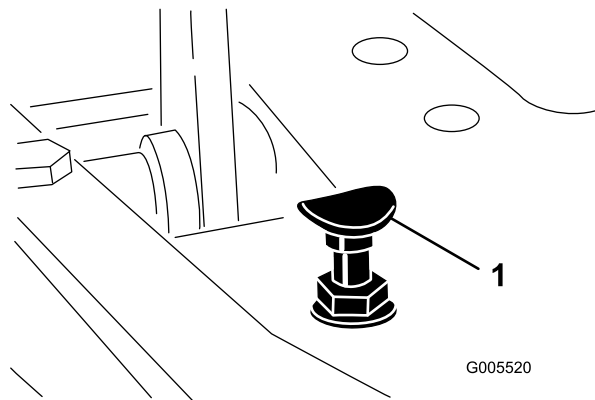

Bild 44
Stellen Sie den Funktionsschalthebel in die TRANSPORT-Stellung und treten Sie auf das Fahrpedal, um die maximale Transportgeschwindigkeit zu erreichen. Wenn das Pedal den Anschlag erreicht (Bild 44), bevor das Kabel gespannt ist, führen Sie folgende Einstellungsschritte aus:
1. Stellen Sie den Funktionsschalthebel in die TRANSPORT-Stellung lösen Sie die Sicherungsmutter, mit der der Pedalansschlag an der Bodenplatte befestigt ist (Bild 44).